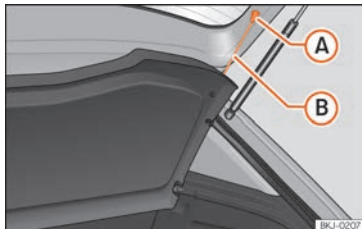

Fig. 111 Na bagageira: desmontar e montar a chapeleira.
- Desengate os tirantes de fixação »» **Fig. 111 B** dos alojamentos **A**.
- Engate os tirantes de fixação »» **Fig. 111 B** na porta da bagageira.